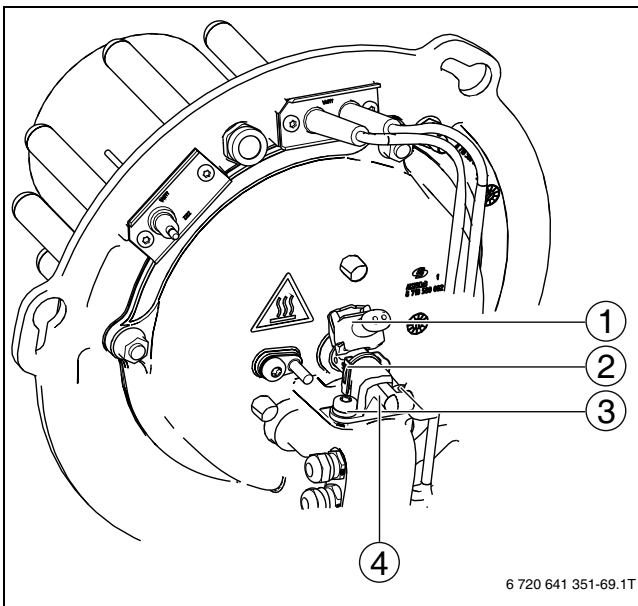

Bild 84 Brennereinspritzventil austauschen
- ▶ Stecker (→Bild 84 [1]) entriegeln (Klammer lösen).
- ▶ Befestigungsschrauben (→Bild 84 [3]) am Anschlussstück lösen.